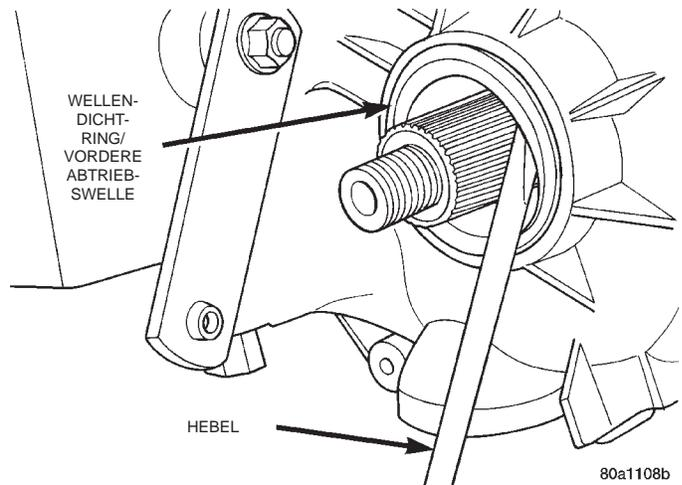

Abb. 40 Wellendichtring der vorderen Abtriebswelle ausbauen
(1) Den Wellendichtring der vorderen Abtriebswelle mit einem geeigneten Werkzeug aus dem Gehäuse hebeln (Abb. 40).